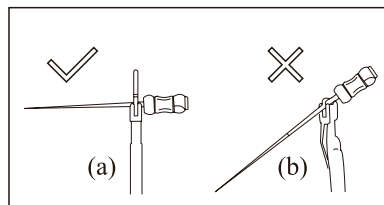

Bild 22
d) Se [Bild 22 (a)] för att greppa nålfilen. Om det är som [Bild 22 (b)] kan det inte mäta rotkanalens längd ordentligt på grund av felaktig kraft, och rotkanalstiftets framsida är lätt att slita på.